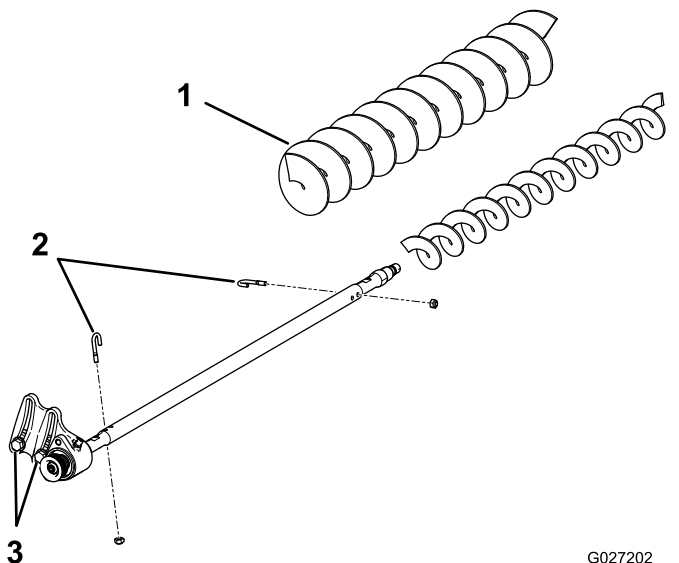

图 23
3. 拆下 2 个 J 形螺栓和螺母 图 23。
4. 滑动现有滚筒刷从刷轴上取下来 图 23。
5. 松开将传动轴承座固定到轴承座安装支架上的 2 个螺栓、垫圈和螺母 图 23。
6. 把高剪滚筒刷滑入刷轴 图 23。
7. 使用之前卸下的 2 个 J 形螺栓和螺母把滚筒刷夹在轴上 图 23。